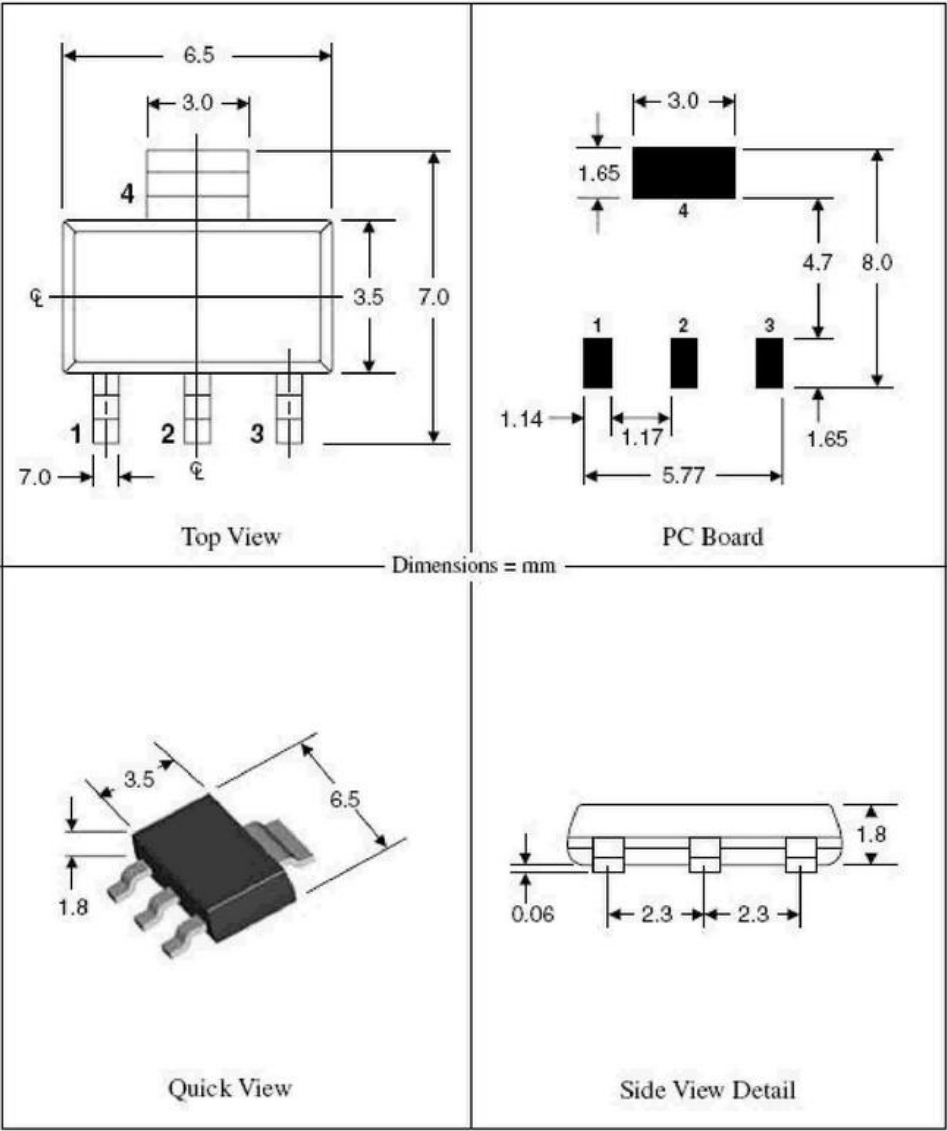

图 2
- 2、在 PCB 库文件 cdylib.PcbLib 中根据图 2 给出的相应参数创建三端稳压管的 PCB 封装，命名为 SOT-223，并在生成电路板中调用。（注：设计单位为 mm）；